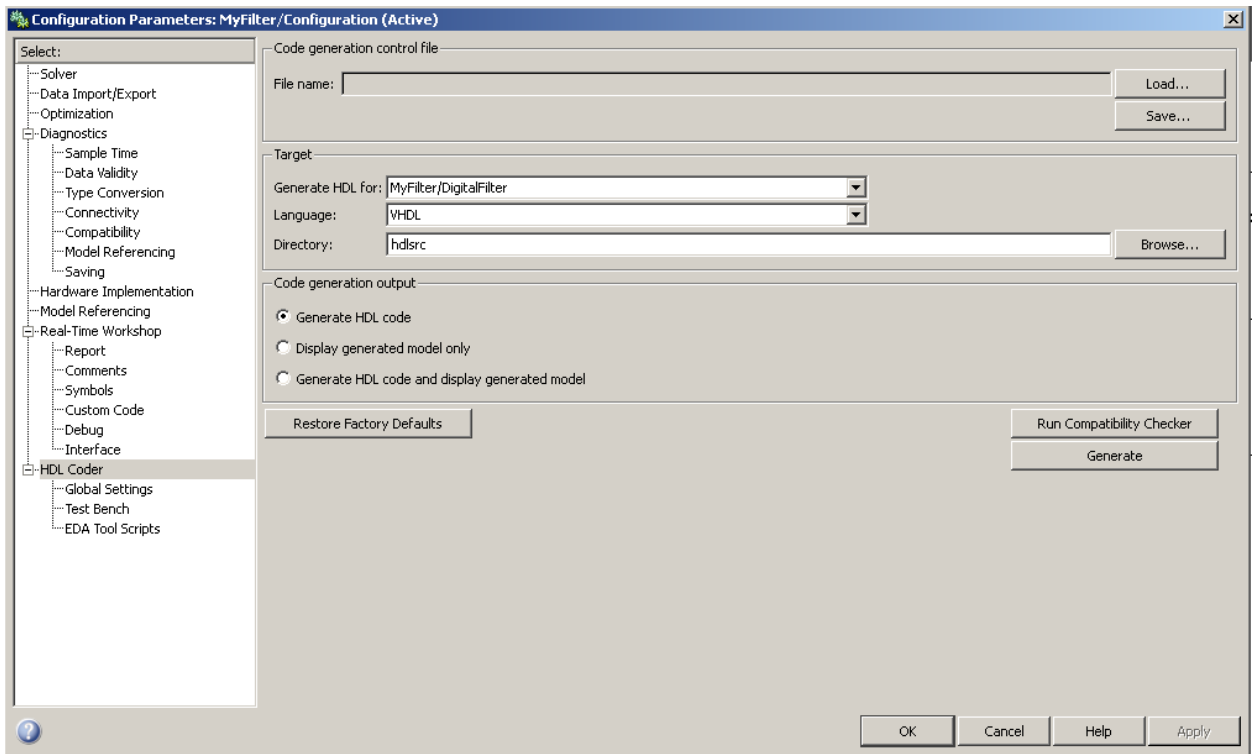

Рис. 12. Установите правильные параметры генерации HDL-кода
4. В меню Simulation окна модели выберите позицию Configuration Parameters. В левой части открывшегося окна диалога (дерево Select) выберите позицию HDL Coder. Из выпадающего списка Generate HDL for выберите MyFilter/DigitalFilter. Из выпадающего списка Language выберите VHDL (рис. 12).